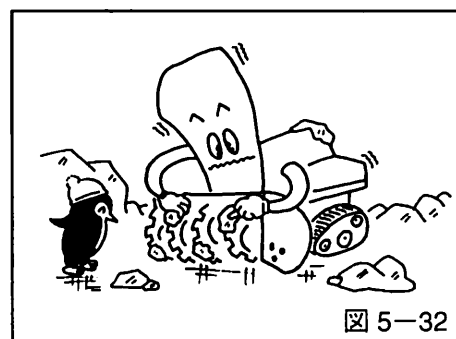

図 5-32
1. オーガケース内とブロウ部分の雪や氷などを丁寧に取除いてください。(図5-32参照)